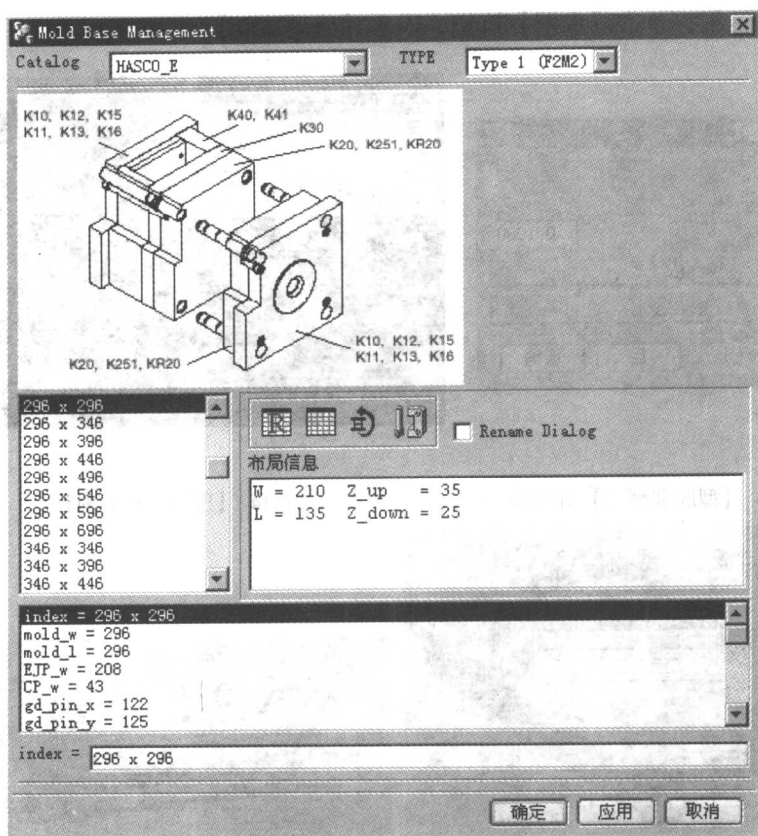

图 1-16 【Mold Base Management】对话框
1) 点击【Mold Base】图标，打开如图 1-16 所示的【Mold Base Management】(模式管理)对话框。在 Catalog 下拉列表框选择【HASCO - E】选项，在【Type】下拉列表框选择 Type 1 (F2M2) 模式，系统会在【布局信息】列表框显示型腔尺寸，并自动搜索一个接近的模式编号，在模式编号中选择 296 × 296。